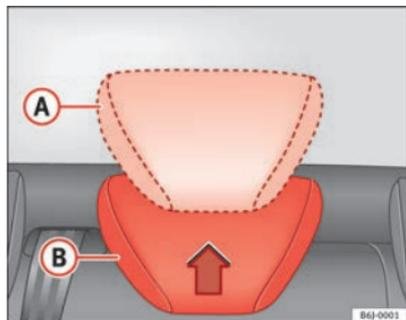

Fig. 5 Réglage des appuie-tête arrière
- Position relevée ou d'utilisation (A) ⇒ fig. 5. Dans cette position, l'appuie-tête se comporte comme un appuie-tête normal, qui protège les passagers de la banquette arrière en plus de la ceinture de sécurité.
- Position de repos, pas d'utilisation (B) ⇒ fig. 5. Cette position augmente la visibilité arrière pour le conducteur.